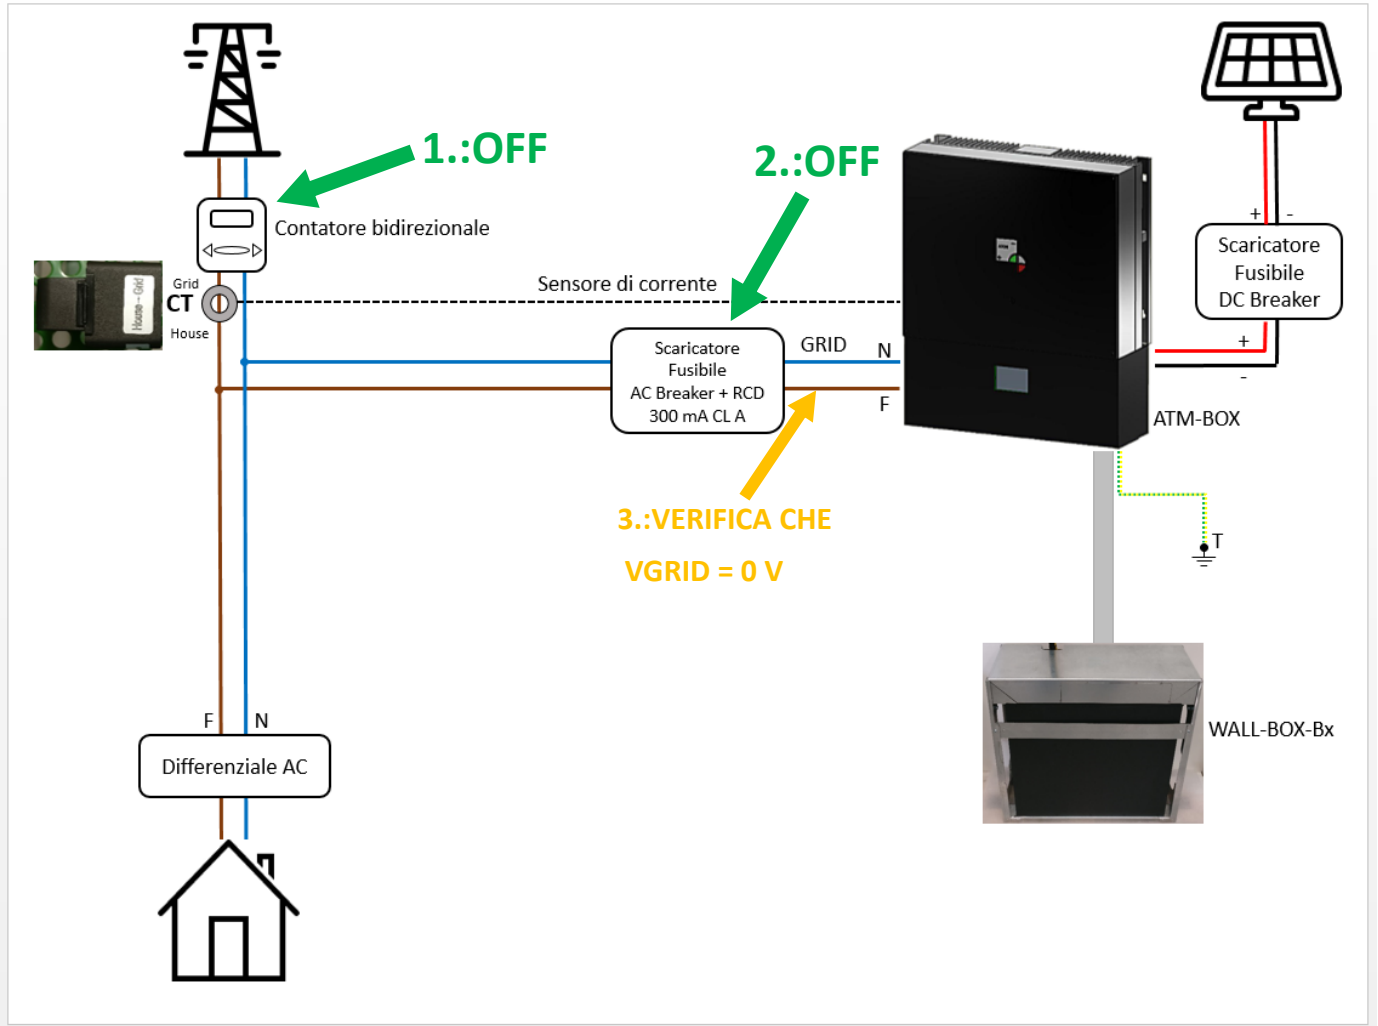

Figura 53 - Collegamento linea ON-GRID
3. Verificare con un tester l’effettiva mancanza di alimentazione in loco e la mancanza di tensione ai capi dei cavi GRID (Figura 53).